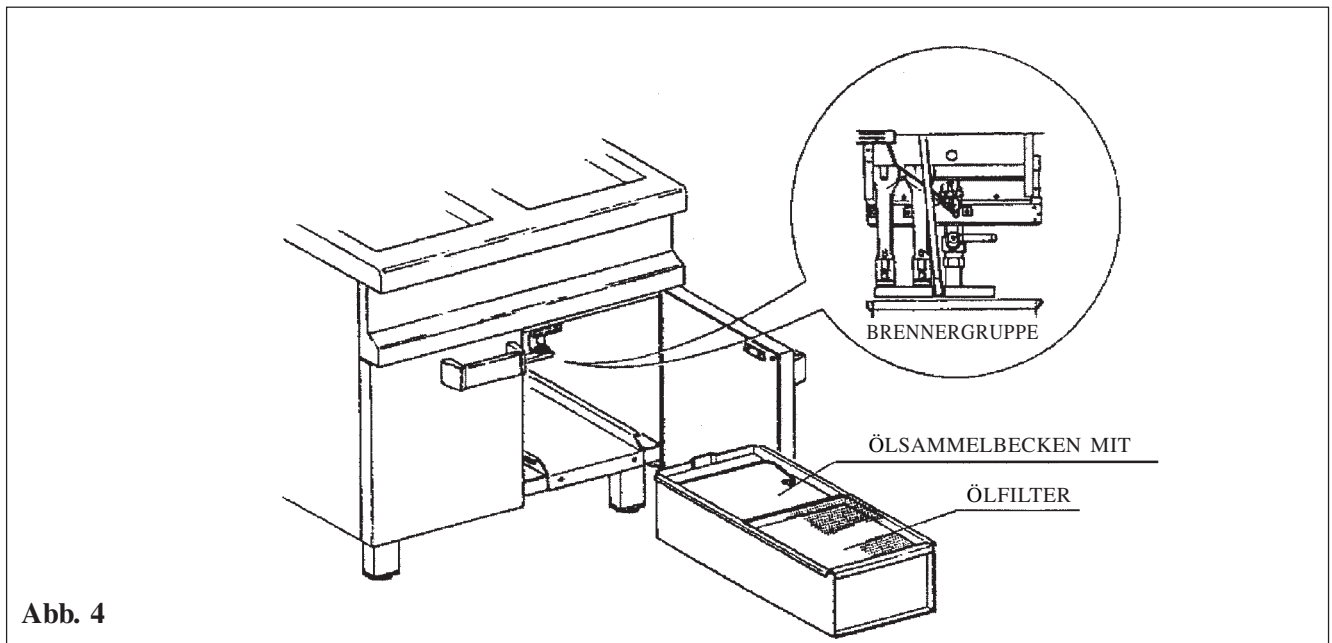

Abb. 4
5.5 ENTLEREN DER ÖLWANNE (ABB. 4)